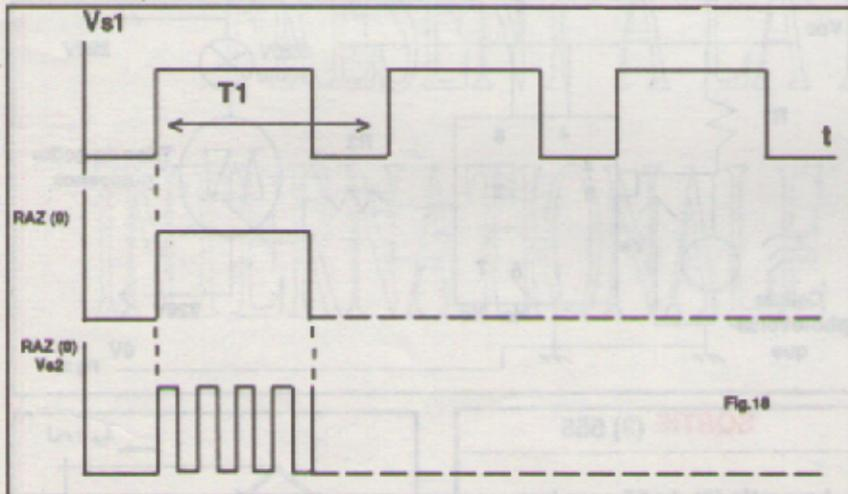

Fig.18
**Générateur de fonction** (Fig.18)